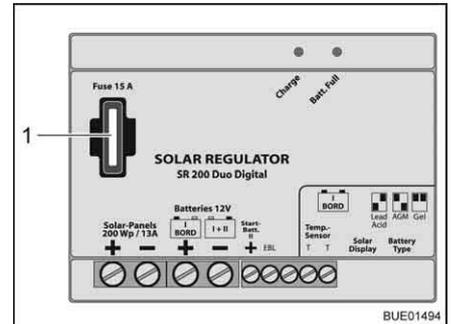

Fig. 167 Fusible del regulador de carga solar de 140/200 W
- Cambiar el fusible plano 15 A/azul (Fig. 167,1).